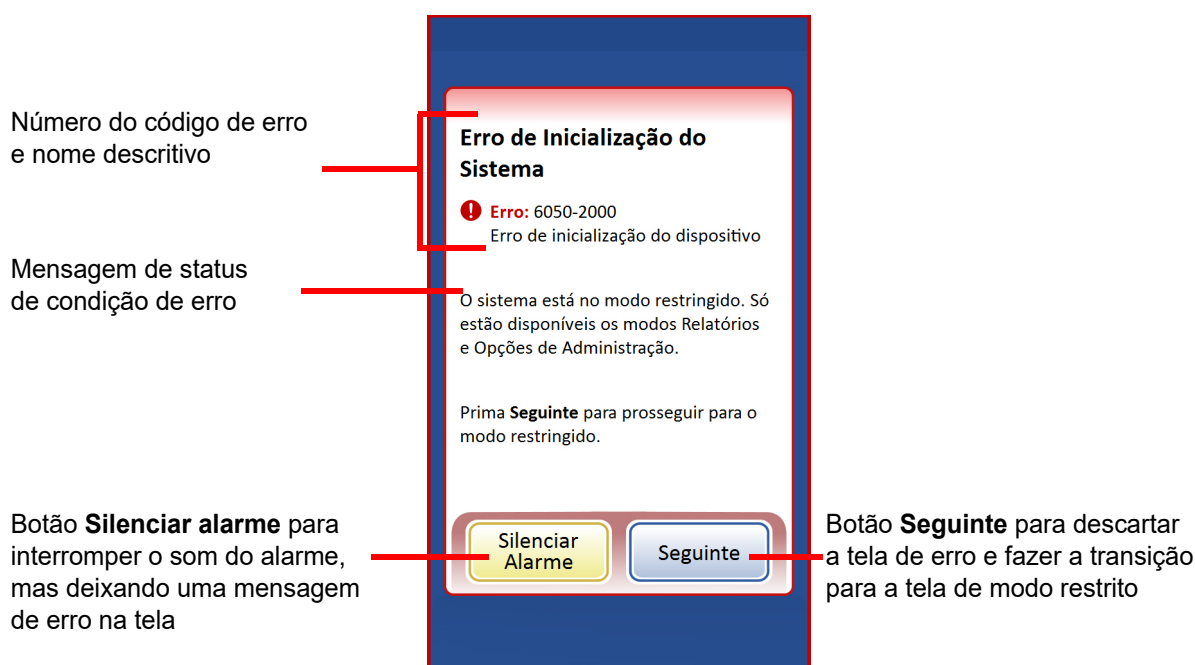

Figura 9-12 O sistema detectou um erro
- Exibirá a mensagem de erro e soará o alarme, se tiver sido habilitado (consulte a Figura 9-12). O sistema tentará se recuperar (um minuto ou menos).